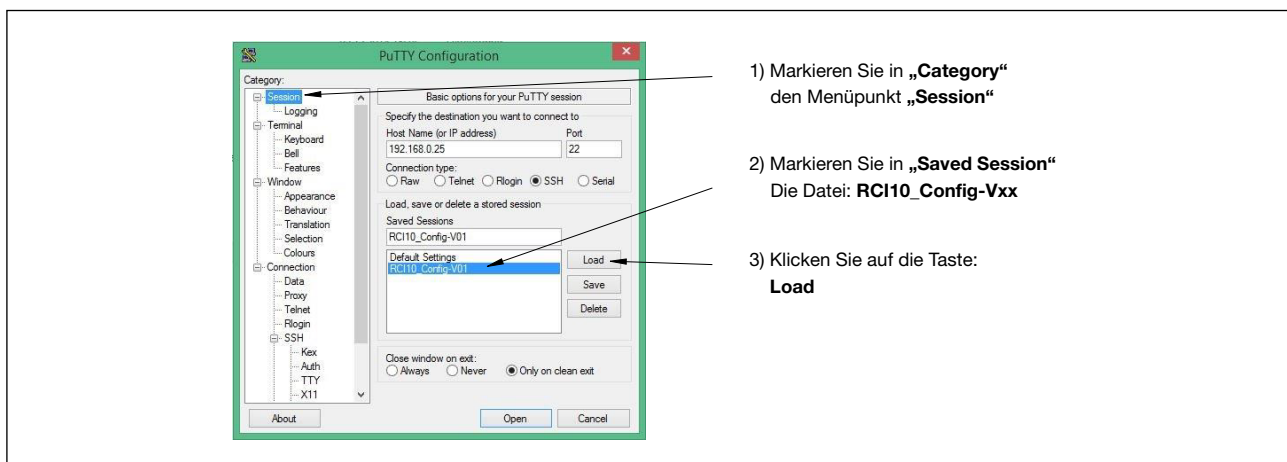

Abbildung 7; IP-Konfiguration 'LePutty®'
1. Starten Sie das Programm mit einem Klick auf das Programm Icon *Putty®*. Führen Sie die Schritte 1 bis 3 rechts neben der Abbildung 7; IP-Konfiguration 'LePutty®' aus.
- Markieren Sie in „Category“ den Menüpunkt **Sessions**, siehe Abbildung 7; IP-Konfiguration LePuTTY oben
-  Falls Sie die IP-Adresse der RCI10 Baugruppe geändert haben können Sie die RCI10 SSH-Oberfläche nicht mehr öffnen. Hierzu müssen sie die geänderte RCI10 IP-Adresse auch im *LePutty*® Programm eingeben, siehe *LePutty*® Fenster, Abbildung 7; IP-Konfiguration *LePutty*® „Host Name (or IP address)“. Speichern Sie die Änderung mit dem Schalter **„Save“** im *LePutty*® Fenster.